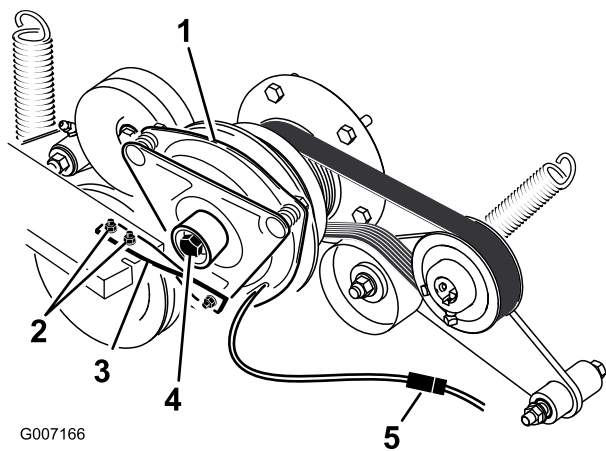

Figura 65
5. Desenchufe el conector eléctrico del embrague (Figura 65).
6. Retire los pernos que sujetan la correa de goma del embrague al bastidor del cortacésped (Figura 65).
7. Retire el perno central que sujeta el embrague al eje del motor, y retire el embrague y la chaveta (Figura 65).
14. Sujetando el cigüeñal en la parte trasera de la máquina, instale el perno central y apriételo a 68 Nm (Figura 65).
15. Instale la correa de goma del embrague al bastidor del cortacésped con los dos pernos y tuercas que se retiraron anteriormente (Figura 65).
17. Enchufe el conector eléctrico del embrague (Figura 65).